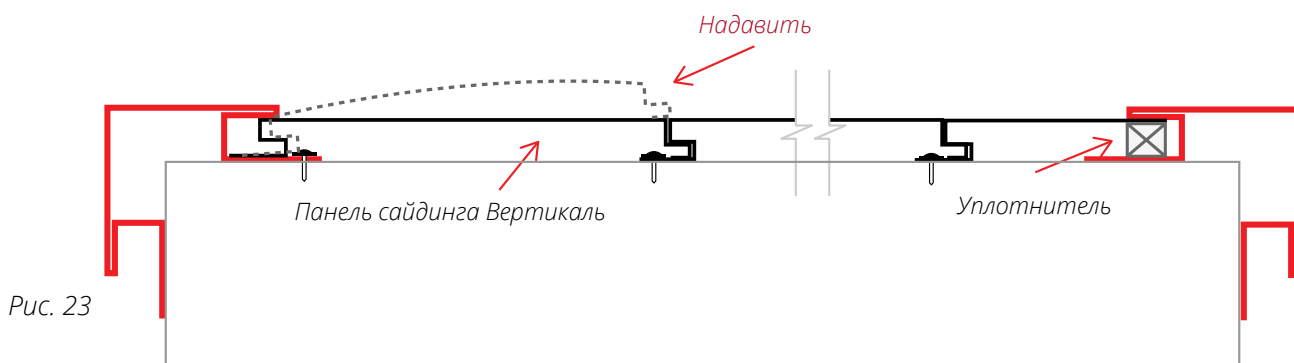

Рис. 23
■ Вставьте стартовую панель в пазы доборных элементов (рис. 23). Выровняйте ее так, чтобы панель входила в пазы J-профиля сверху и снизу на половину глубины (рис.23).